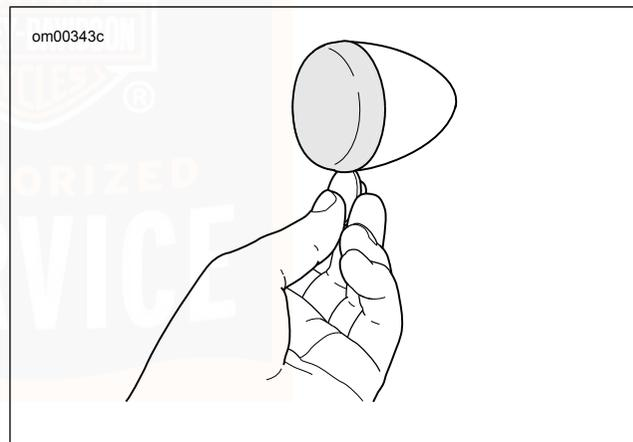

Abbildung 103. Streuscheibe entfernen.
1. Siehe Abbildung 103. Eine Münze in die Kerbe einsetzen. Vorsichtig drehen, bis der Streuscheibendeckel aus dem Lampengehäuse herausspringt.